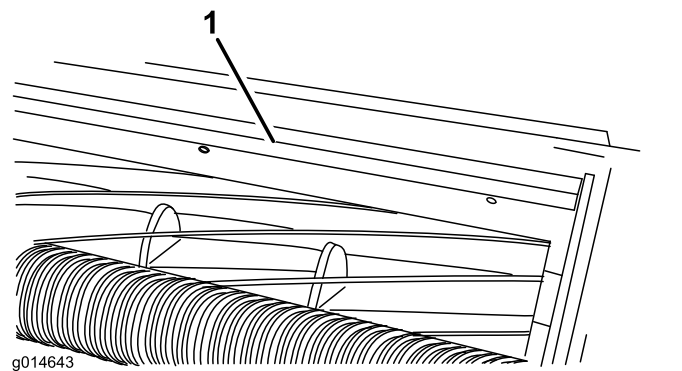

Figura 6
1. Slăbii uruburile care fixează bară superioară (Figura 6) de unitatea de tăiere.